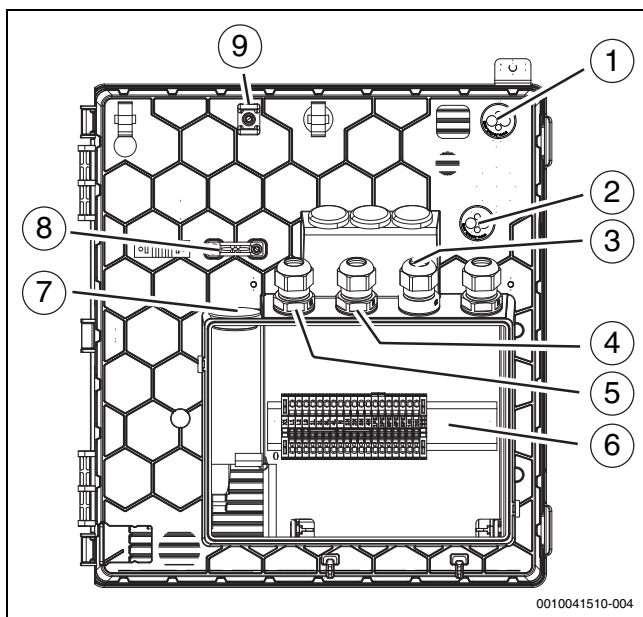

Bild 32 Kabeleinführungen zum Klemmenkasten
Bei Kabeldurchführungen (→ Abbildung 32 [1], [2], [7]) genügt ein kleiner Einstich in die Membran, dann können die Leitungen durchgeschoben werden.
- ▶ Nach dem Einführen der Kabel die Kabelverschraubungen festziehen (→ Abbildung 32 [3], [4], [5]).
- ▶ Die festgelegten Befestigungspunkte [9] für die Befestigung der durch die Einführungen geführten Kabel verwenden (→ Abbildung 32 [1], [2]).